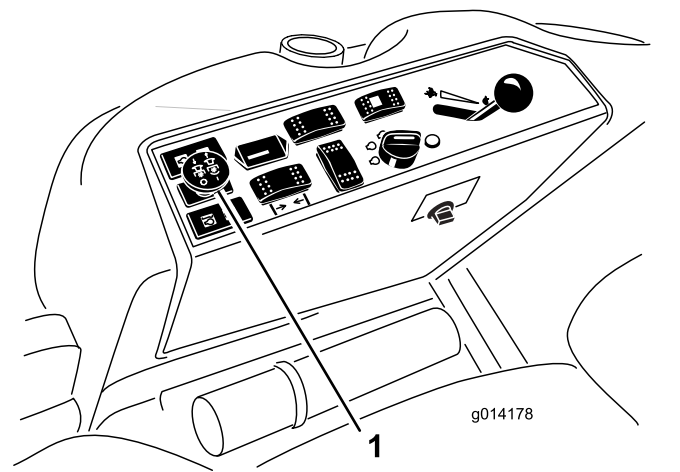

Figura 25
3. Tire hacia arriba del interruptor de la toma de fuerza para engranarla (Figura 25).